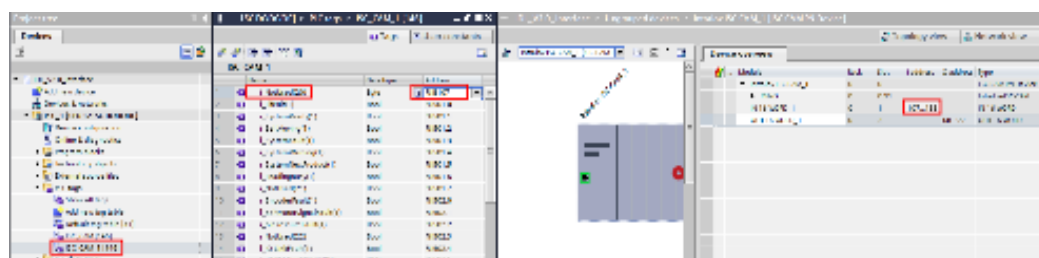

Figure 25: Updating Input ISC CAM PLC Tags for Project
63. 请确保遵循之前的步骤将PLC标签连接到“设备概览”中的适当I和Q地址，见图25和26。